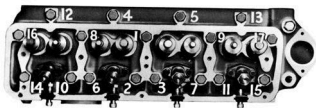

Bild 16
4. Efterdrag cylinderlocksultarna. Använd en nyckel med momentmätare och drag bultarna i den ordning som visas på bild 16. Rätt åtdragningsmoment är 11, 8-12, 5 kpm (85-90 pundfot).